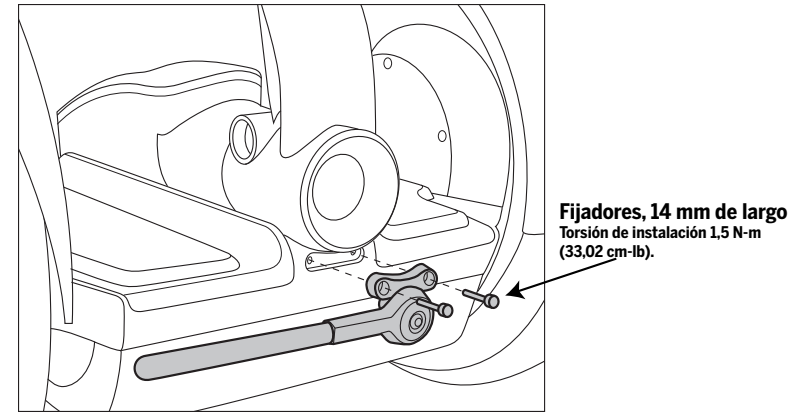

Figura 2. Cómo acoplar el caballete
3. Coloque el caballete sobre la protección delantera de modo que los orificios queden alineados. Consulte la figura 2.
4. Introduzca los (2) fijadores de 14 mm de largo, que se incluyen en el kit, a través del caballete y en la protección delantera. Consulte la figura 2. Con una llave hexagonal de 4 mm, apriete las tuercas aplicando 1,5 N-m (33,02 cm-lbf).